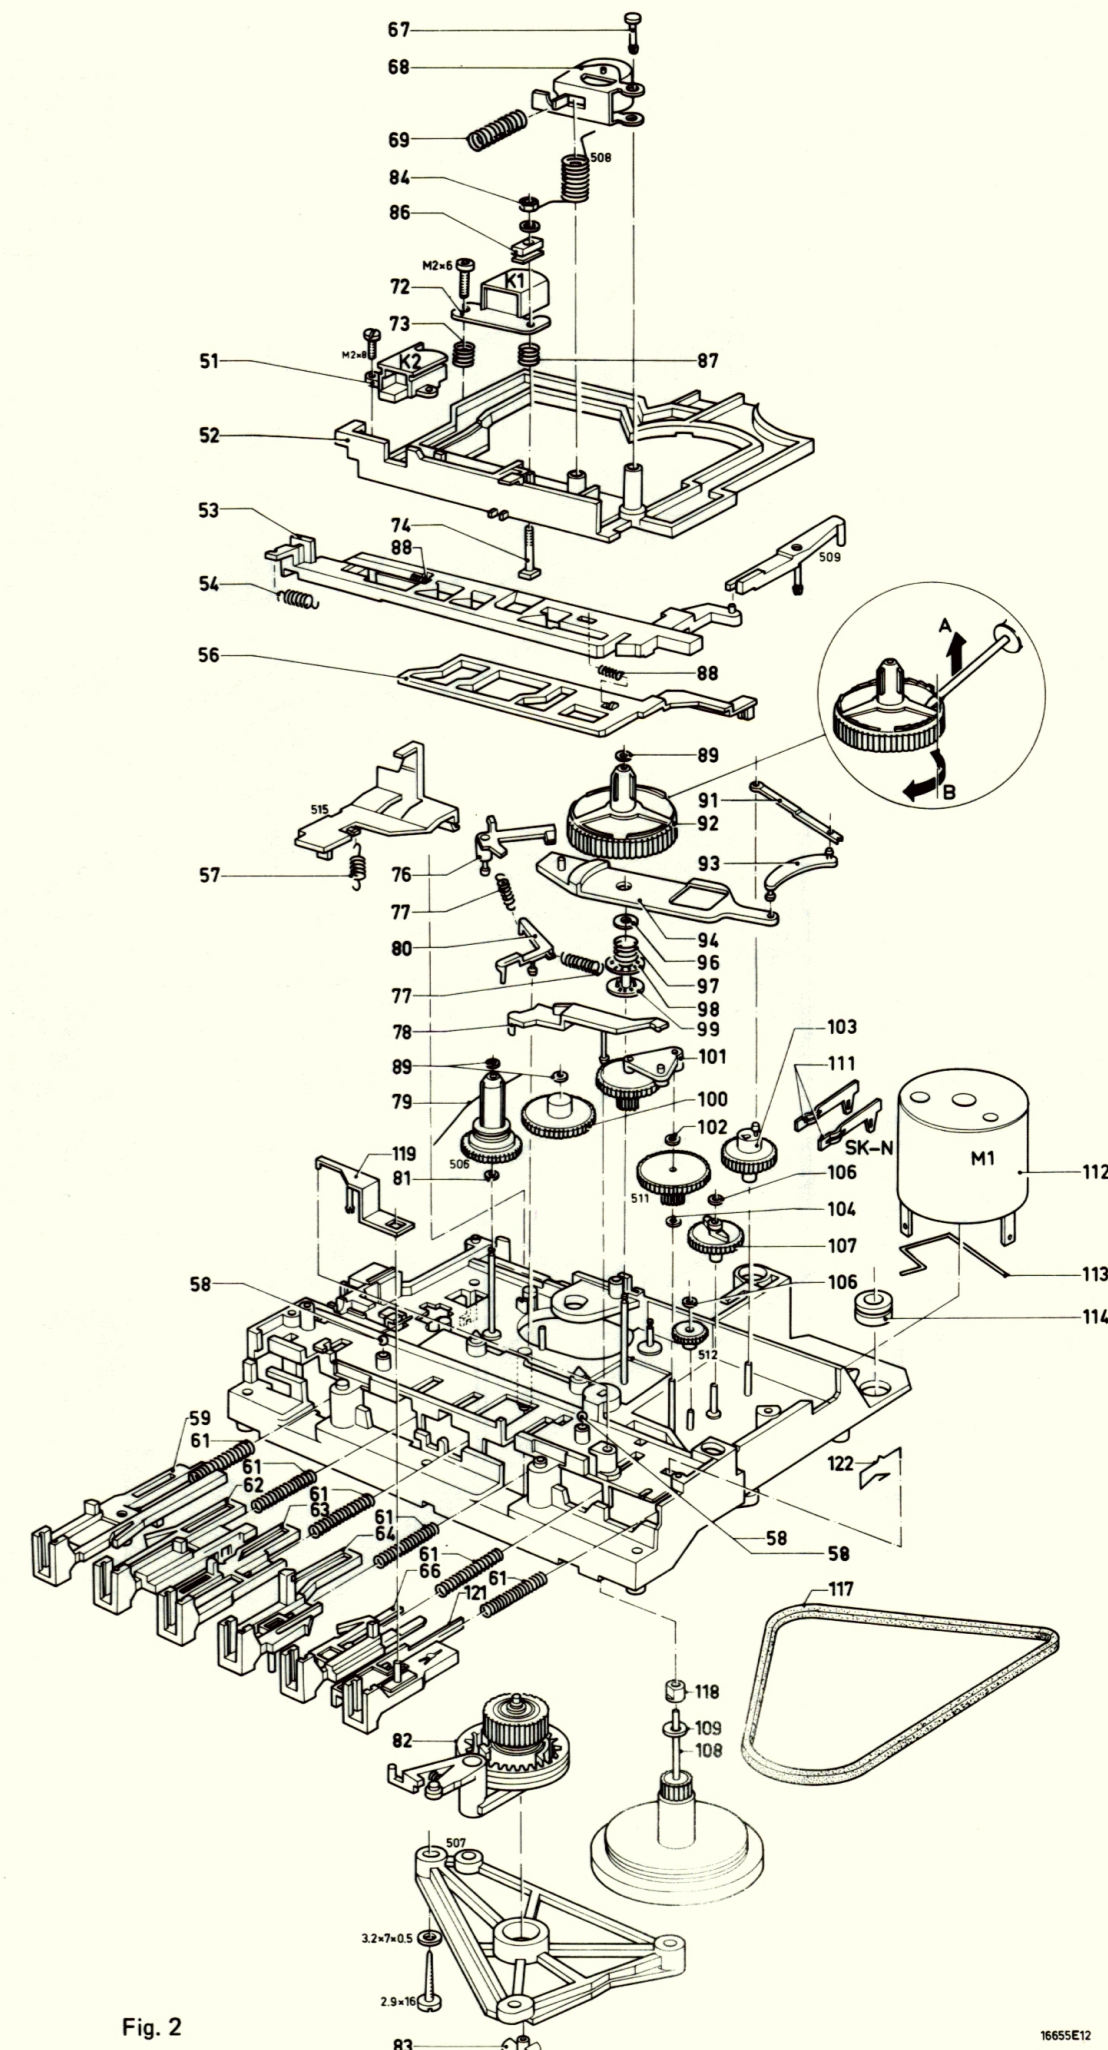

Fig. 2
Azimuteinstellung des A/W-Kopfes K1, Abb. 2
- Die Friktionskraft wird durch die Rampen und Blattfedern bestimmt, Abb. 2, A und B.